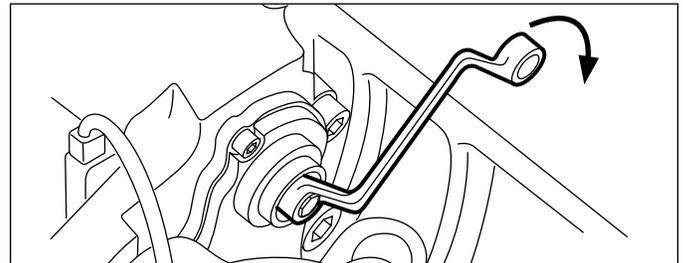

FIGURE 21 - APPLIQUER MODÉRÉMENT LES FREINS : LA CLÉ SE DÉPLACE DANS LE SENS HORAIRE AU FUR ET À MESURE QUE LE JEU FONCTIONNEL DIMINUE
4.2.3 Lorsque le mécanisme du régleur peut reculer normalement, placer la clé fermée sur l'adaptateur de cisaillement pour qu'il puisse tourner dans le sens horaire sans entrer en contact avec des pièces du véhicule (Cf. Figure 21). Appliquer doucement les freins de cinq à dix reprises [à environ 2 bars/30 lb/po2] et observer le déplacement dans le sens horaire et par petits incréments de la clé fermée ou de la clé à douille.